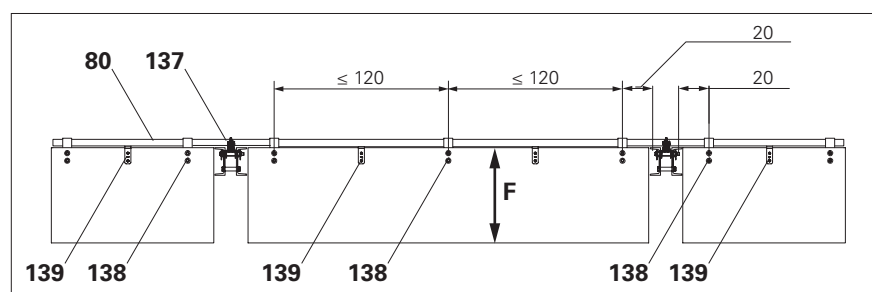

Fig. B2.06a
- Considerare la direzione della fibra (**F**) dello strato superficiale! (Fig. B2.06a)